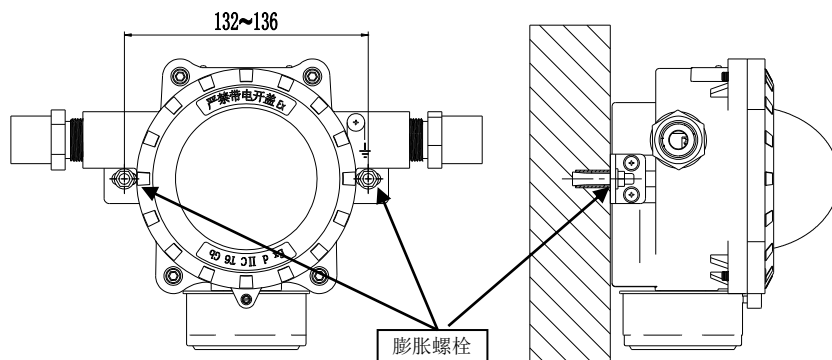

图 2 安装示意图
2. 警报器安装在墙壁上，使用两个 M6×60 的膨胀螺栓直接固定在墙壁，并确认固定牢固。参见示意图 2